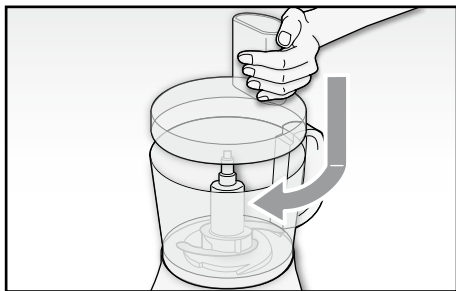

Fig. 7
- Inserire il coperchio (O) sopra la ciotola (P) allineando la tacca presente all'interno della ciotola (P) col simbolo () Bloccare il coperchio (O) a scatto ruotandolo in senso orario () (Fig. 7).